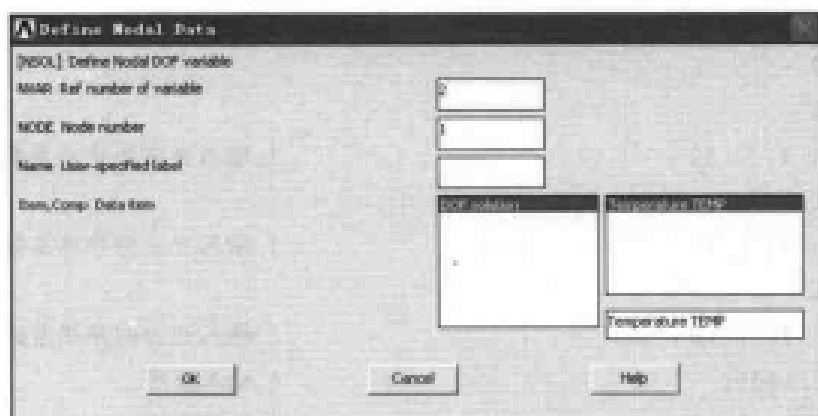

图 10-39 定义节点数据对话框
(4) 选择 Utility Menu | PlotCtrls | Style | Graphs | Modify Curves 命令, 出现 Curve Modifications for Graph Plots 对话框, 在 [/GTHK] Thickness of curves 下拉列表框中选择 Triple 选项, 单击 OK 按钮关闭该对话框。
(5) 选择 Utility Menu | PlotCtrls | Style | Colors | Graph Colors 命令, 出现 Graph Colors 对话框, 在 CURVE Graph curve number 1 下拉列表框中选择黄色, 单击 OK 按钮关闭该对话框。
(6) 选择 Main Menu | TimeHist Postpro | Define Variables 命令, 出现 Defined Time-History Variables 对话框, 单击 Add 按钮, 出现 Add Time-History Variable 对话框, 选中 Nodal DOF result 单选按钮, 单击 Add Time-History Variable 对话框上的 OK 按钮, 出现 Define Nodal Data 菜单, 在文本框中输入 1, 单击 OK 按钮, 出现 Define Nodal Data 对话框, 参照图 10-39 对其进行设置, 单击 OK 按钮关闭该对话框。